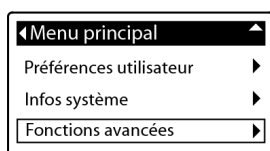

FIG.67
1. Depuis n'importe quel écran d'état séquentiel, appuyez sur SELECT (O) pour afficher le **Menu principal**.
2. Appuyez sur DESCENDRE (▼) pour parcourir les options du menu jusqu'à ce que l'option **Réglages avancés** soit sélectionnée (Figure 67).